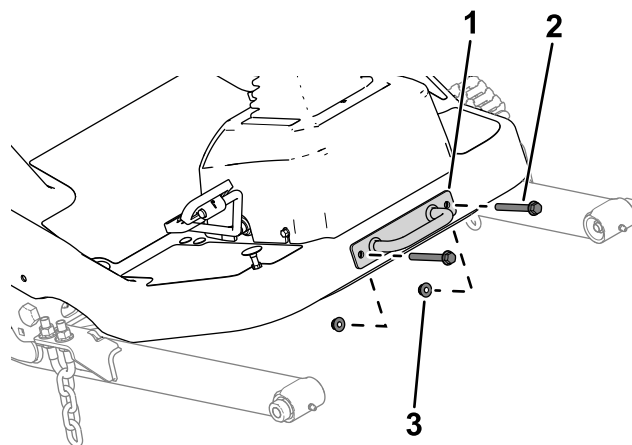

Figur 16
3. Fäst den vänstra och högra lampenheten på vänster- respektive högerlampans monteringsfäste med hjälp av lampenheternas sexkantsmutter (Figur 16).